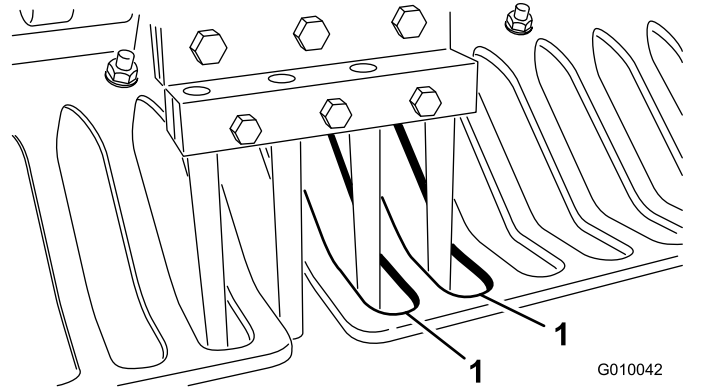

Figura 28
7. Compruebe que los taladros están centrados respecto a las ranuras de los protectores de césped (Figura 28). Ajuste los protectores de césped si es necesario y apriete las tuercas.